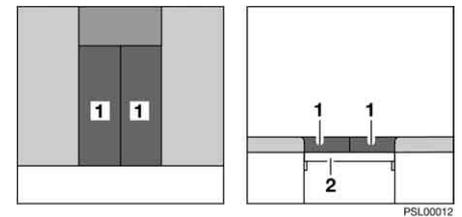

Fig. 26 Dopo la trasformazione
- Posizionare i cuscini dello schienale (Fig. 26,1) sul tavolo.